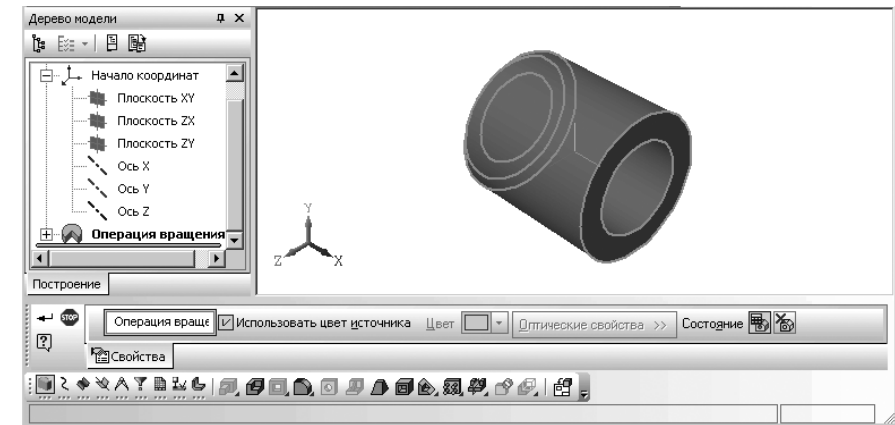

Рис. 6.123. Главное окно системы в режиме работы с моделью с активной **Панелью свойств: Свойства детали**
- щелкните в контекстном меню по пункту **Свойства**. Появится **Панель свойств: Свойства детали** (рис. 6.123);